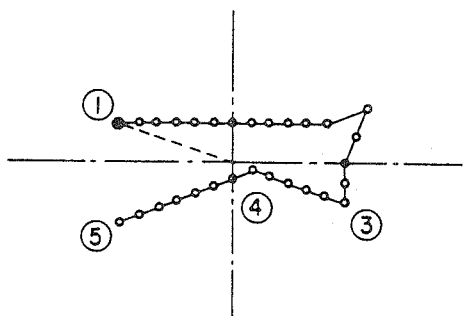

Fig. 7
- Paso 28 Mueva la aguja usando las teclas y y confirme que el punto de entrada de la aguja se ha movido y que el patrón después del punto movido se ha desplazando como se ilustra en la Fig. 7.